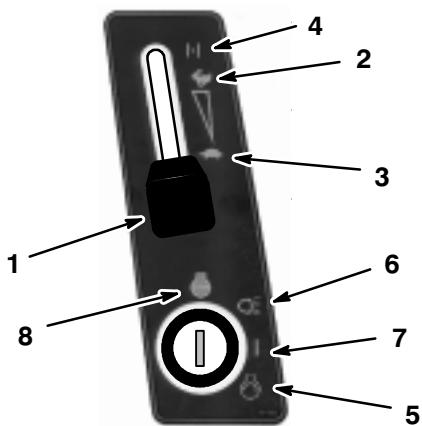

Figure 10
5. Si le moteur est froid, régler la manette des gaz sur "STARTER" (Fig. 10).
6. Tourner la clé de contact dans le sens des aiguilles d'une montre jusqu'en position "DEMARRAGE" (Fig. 10), la maintenir jusqu'à ce que le moteur démarre, puis la lâcher.
7. Lorsque le moteur a démarré, amener lentement la manette des gaz en position RAPIDE (Fig. 10).
1. Mettre la manette des gaz sur LENT (Fig. 10).
2. Tourner la clé de contact sur ARRET (Fig. 10).